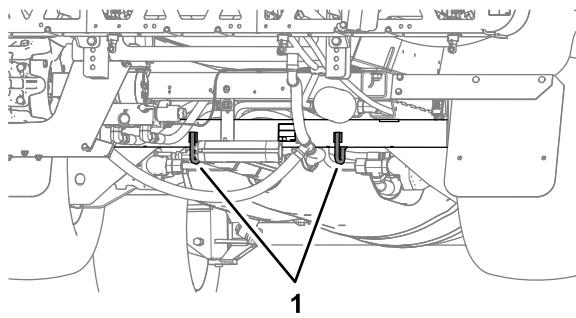
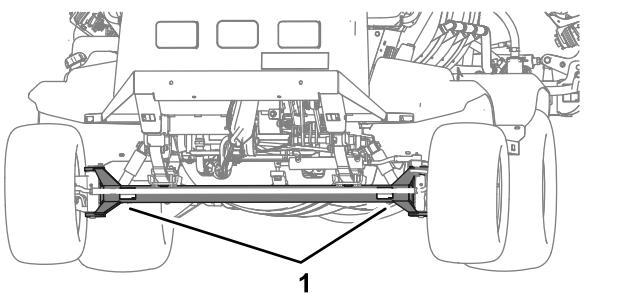

Figure 47
Figure 46
- Arrimez solidement la machine sur le véhicule de transport ; la Figure 46 et la Figure 47 montrent les points d'attache de la machine.